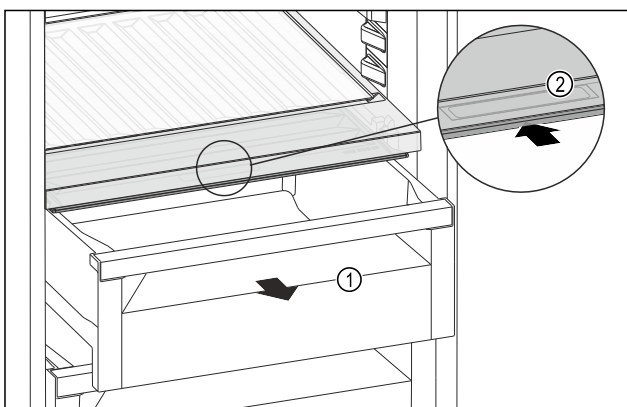

Fig. 101
- ▶ Schubfach Fig. 101 (1) herausziehen.
- ▶ Griffmulde Fig. 101 (2) am Fachdeckel anfassen und Fachdeckel gleichzeitig nach hinten schieben.